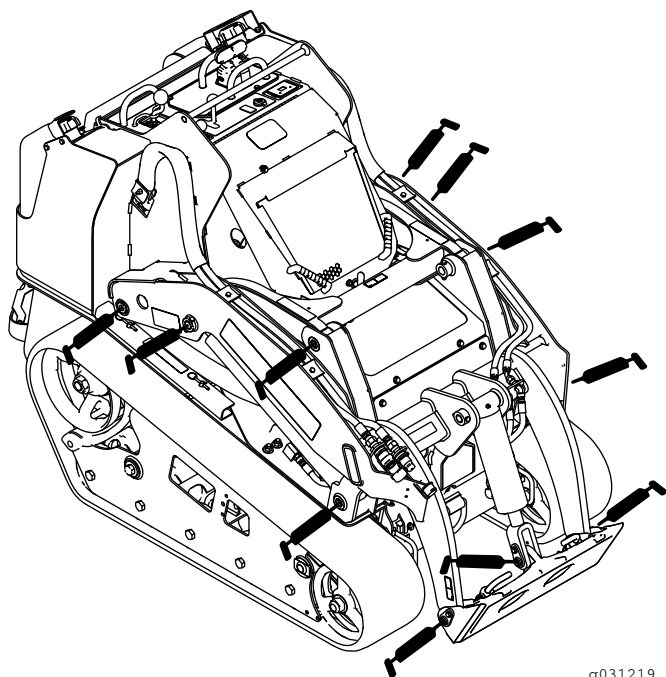
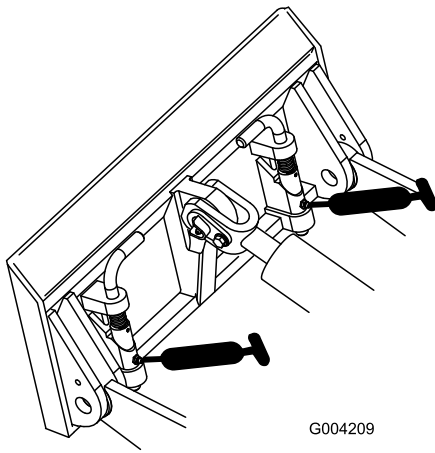
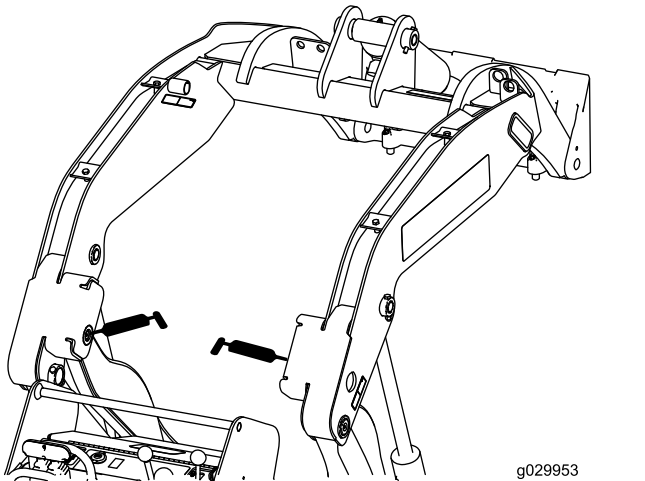

Figure 38
Figure 39
Figure 40
4. Raccordez une pompe à graisse à chaque graisseur (Figure 38, Figure 39 et Figure 40).
Remarque: Élevez les bras de la chargeuse avant de graisser les graisseurs ; voir la Figure 40.